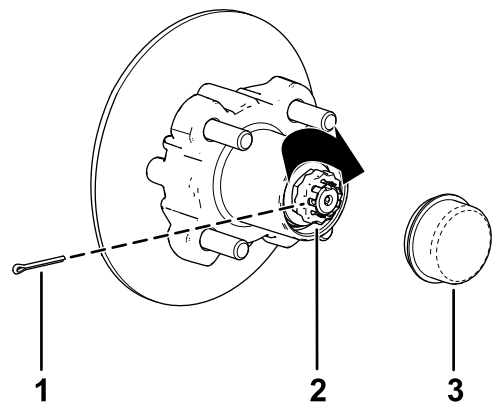

Bild 43
8. Befestigen Sie den Halter über der Mutter und prüfen Sie die Ausfluchtung des Schlitzes im Halter und dem Loch in der Spindel für den Splint (Bild 43).
9. Setzen Sie den Splint ein und biegen Sie jeden Abschnitt um den Halter (Bild 43).
10. Setzen Sie den Staubdeckel auf die Radnabe (Bild 43).